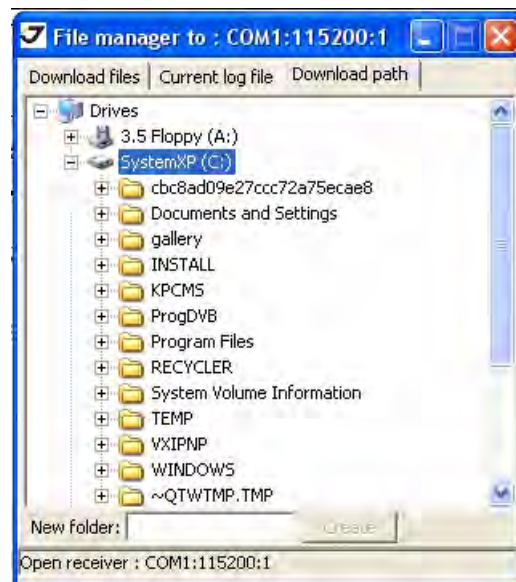

Рисунок 47. Закладка Download path
4. Найдите папку или создайте новую (используйте кнопку *Create*) в которую будут выгружаться файлы. (Рис. 47).